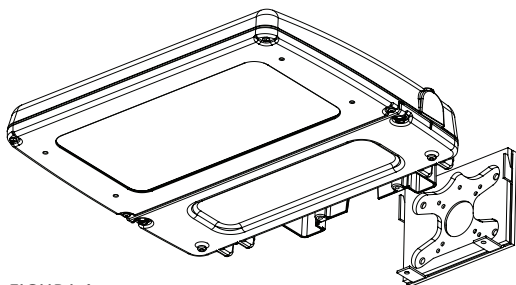

FIGURA 1
- Un método alternativo de instalar el soporte de montaje sobre una caja de distribución empotrada es colocar la cubierta trasera sobre la caja y montar firmemente con tornillos de fijación (no incluidos) a través de los orificios disponibles en la cubierta trasera. (Vea Figura 1).